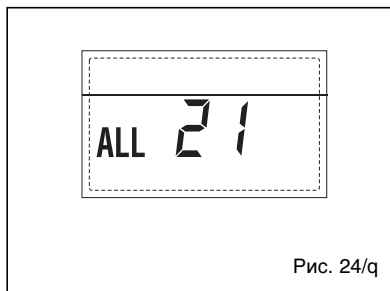

Рис. 24/q
– СРАБАТЫВАНИЕ МОДУЛИРУЕМОГО НАСОСА ВТОРОЙ СМЕШАННОЙ ЗОНЫ “ТРЕВ 22” (рис. 24/r)